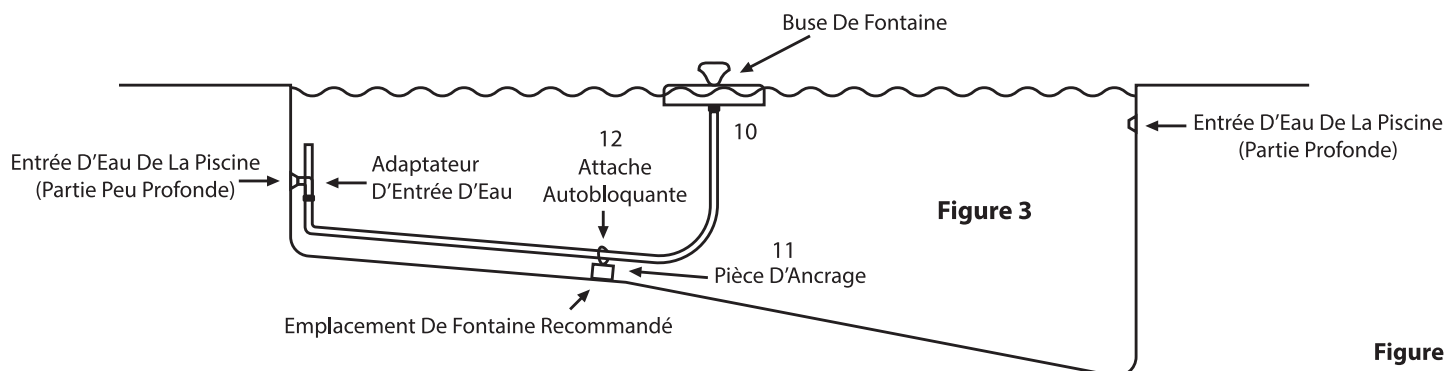

Figure 3
- 4 Using the Tie Wrap (12), LOOSELY attach the Anchor (11) to the hose (10) (Figure 3). The Anchor should be attached to the hose at a point as deep as the water plus approximately two feet. You will have to estimate what the water depth is where you want the fountain and add two feet. **CAUTION DO NOT CONSTRUCT THE HOSE BY TIGHTENING THE TIE WRAP TOO TIGHT.**
- 4 Using the Tie Wrap (12), LOOSELY attach the Anchor (11) to the hose (Figure 3). The Anchor should be attached to the hose at a point as deep as the water plus approximately two feet. You will have to estimate what the water depth is where you want the fountain and add two feet. **CAUTION: DO NOT CONSTRICT THE HOSE BY TIGHTENING THE TIE WRAP TOO TIGHT.**
- 3 Veuillez vous reporter à la figure 3. Dérouler le boyau (10) et faire en sorte qu'il n'y ait pas de torsions. Fixer l'une des extrémités du boyau (10) à l'assemblage base de fontaine/raccord de boyau (6) à l'aide d'un des colliers de serrage de raccord de boyau (8) fournis et l'autre extrémité à l'adaptateur d'entrée d'eau de l'étape 2 à l'aide d'un collier réglable (18). Couvrir une partie des orifices de purge à l'aide du boyau (10). Pour serrer le collier réglable (18), saisir les « languettes » entre votre pouce et votre index et tourner dans le sens horaire. Serrer fermement à l'aide d'une pince, le cas échéant.
- 3 Veuillez vous reporter à la figure 3. Dérouler le boyau (10) et faire en sorte qu'il n'y ait pas de torsions. À l'aide des colliers de serrage de raccord de boyau (8) fournis, fixer l'une des extrémités du boyau (10) à l'assemblage buse de fontaine/raccord de boyau (6) et l'autre extrémité à l'adaptateur d'entrée d'eau de l'étape 2.
- 4 À l'aide d'une attache autobloquante (12), attacher SANS SERRER la pièce d'ancrage (11) au boyau (10). La pièce d'ancrage doit être attaché au boyau (10) à une longueur aussi profonde que l'eau, plus une longueur supplémentaire d'environ 60 centimètres. Vous devez estimer la profondeur de l'eau à l'endroit où vous souhaitez installer la fontaine et ajouter une longueur supplémentaire de 60 centimètres. **MISE EN GARDE : NE PAS COMPRIMER LE BOYAU EN SERRANT TROP L'ATTACHE AUTOBLOQUANTE.**
- 6 Mettre l'assemblage de la fontaine dans la piscine. Mettre en place la fontaine à l'emplacement souhaité en faisant attention de ne pas pincer le boyau (10).
- 3 Veuillez vous reporter à la figure 3. Dérouler le boyau (10) et faire en sorte qu'il n'y ait pas de torsions. Fixer l'une des extrémités du boyau (10) à l'assemblage de la base de fontaine et du raccord de boyau (6) à l'aide d'un collier de serrage de raccord de boyau (8) fourni et l'autre extrémité à l'adaptateur d'entrée d'eau de l'étape 2. Si vous avez utilisé l'assemblage raccord de boyau avec robinet (7), raccorder le boyau (10) à l'aide d'un collier de serrage de raccord de boyau (8). Si vous avez utilisé un raccord de boyau coudé (16), couvrir une partie des orifices de purge avec le boyau (10) et l'attacher à l'aide d'un collier réglable (18). Pour serrer le collier réglable (18), saisir les « languettes » entre votre pouce et votre index et tourner dans le sens horaire. Serrer fermement à l'aide d'une pince, le cas échéant.
- 4 À l'aide d'une attache autobloquante (12), attacher SANS SERRER la pièce d'ancrage (11) au boyau (10). La pièce d'ancrage (11) doit être attaché au boyau (10) à une longueur aussi profonde que l'eau, plus une longueur supplémentaire d'environ 60 centimètres. Vous devez estimer la profondeur de l'eau à l'endroit où vous souhaitez installer la fontaine et ajouter une longueur supplémentaire de 60 centimètres.
- 2 Repérer l'assemblage de raccord de boyau avec robinet (7). Votre adaptateur d'entrée d'eau est maintenant assemblé.
- 3 Veuillez vous reporter à la figure 3. Dérouler le boyau (10) et faire en sorte qu'il n'y ait pas de torsions. À l'aide des colliers de serrage de raccord de boyau (8), fixer l'une des extrémités du boyau (10) à l'assemblage buse de fontaine/raccord de boyau (6) et l'autre extrémité à l'adaptateur d'entrée d'eau de l'étape 2.